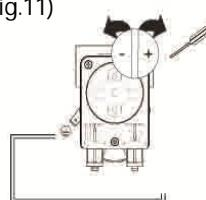

Fig.11
- Aprire avvitando in senso orario fino al raggiungimento della quantità specifica necessaria. (Fig.11)